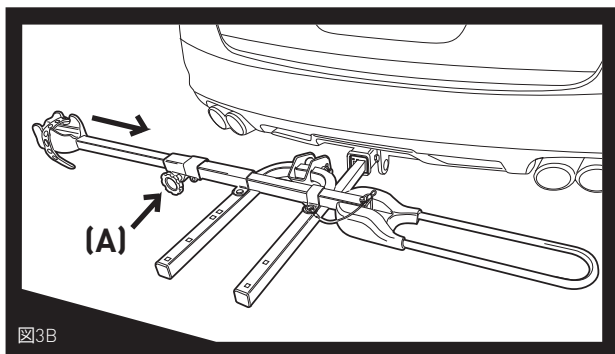

図3B
1. 赤色の締め付けノブを緩めます (図3B - 「A」)。